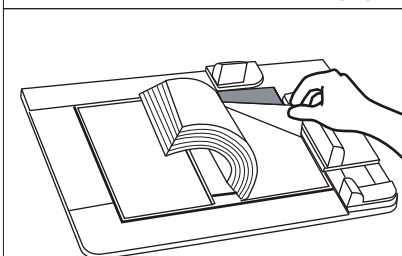

ABBILDUNG 13
4. Heben Sie vorsichtig die rechte Seite des Buchblocks hoch und entfernen Sie die große Folie von der Klebefläche der rechten Seite des Umschlages (siehe Abbildung 13). Lassen Sie nun den Buchblock auf die Klebefläche fallen und drücken von oben auf den Buchblock.